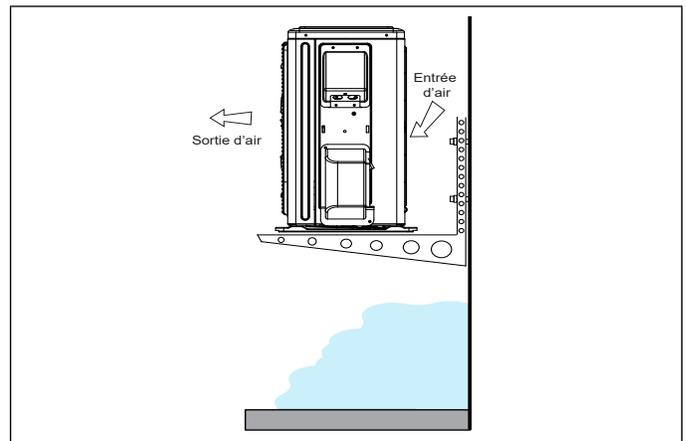

Figure 10. Unité extérieure sur supports au-dessus du niveau de la neige
- La base de l'unité doit être située au-dessus du niveau moyen de la neige comme illustré à la « Figure 10. Unité extérieure sur supports au-dessus du niveau de la neige ».